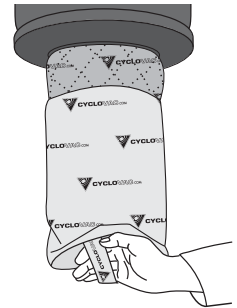

figure 12
2. Utiliser les ganses situées à la base des filtres pour les retirer (**figure 12**). Nous recommandons le nettoyage du filtre antiblocage à chaque vidange de cuve. Vous pouvez soit le secouer ou le rincer, selon vos besoins. Le Cyclofiltre, lui, peut être lavé aux quatre vidanges de cuve, soit environ une fois par année.